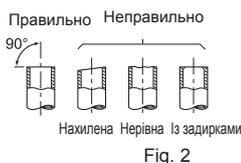

Fig. 3
- У разі з'єднання дренажного шланга з трубою з жорсткого вінілхлориду необхідно переконатися, що шланг надійно вставлений у трубу (Fig. 3).
- 4) Помістіть дренажну кришку в частину, до якої потрібно прикріпити дренажний шланг, у задній частині внутрішнього блока (Fig. 3).
- 2) Повністю видаліть усі задирки на поперечному розрізі труби (Fig. 3).